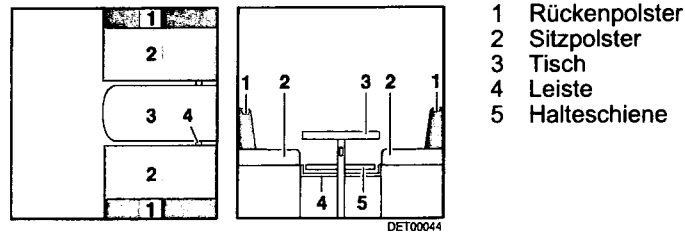

Bild 37 Vor dem Umbau
- Tisch (Bild 37,3) zum Bettunterbau umbauen (siehe Abschnitt 7.6).
- Je nach Modell die Leiste (Bild 37,4) einlegen oder nach innen ziehen. Die Leiste ist richtig positioniert, wenn sie die Tischplatte ca. 15 - 20 cm hinter dem Tischfuß abstützt.